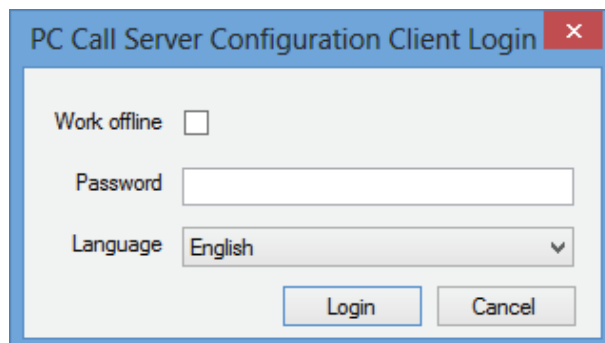

figura 61.1: PCCstConfig Login
- 2 Haga clic en *PC Call Server Configuration Client*. Se mostrará una pantalla similar a la indicada en figura 61.1.